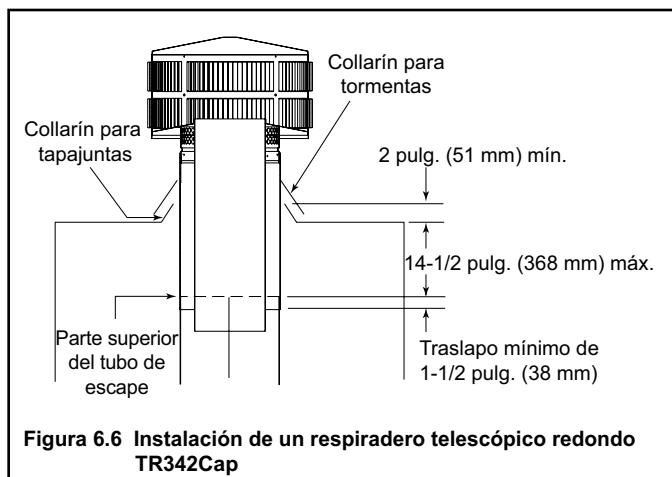

Figura 6.6 Instalación de un respiradero telescópico redondo TR342Cap
- Para las instalaciones en las que se utiliza un respiradero telescópico redondo TR342, la sección más alta del cañón de la chimenea debe estar por debajo de la parte superior del tapacañones, pero no más de 14-1/2 pulg. (368 mm). El traslape mínimo entre el cañón de la chimenea y el respiradero debe ser de 1-1/2 pulg. (38 mm). Vea la Figura 6.6.